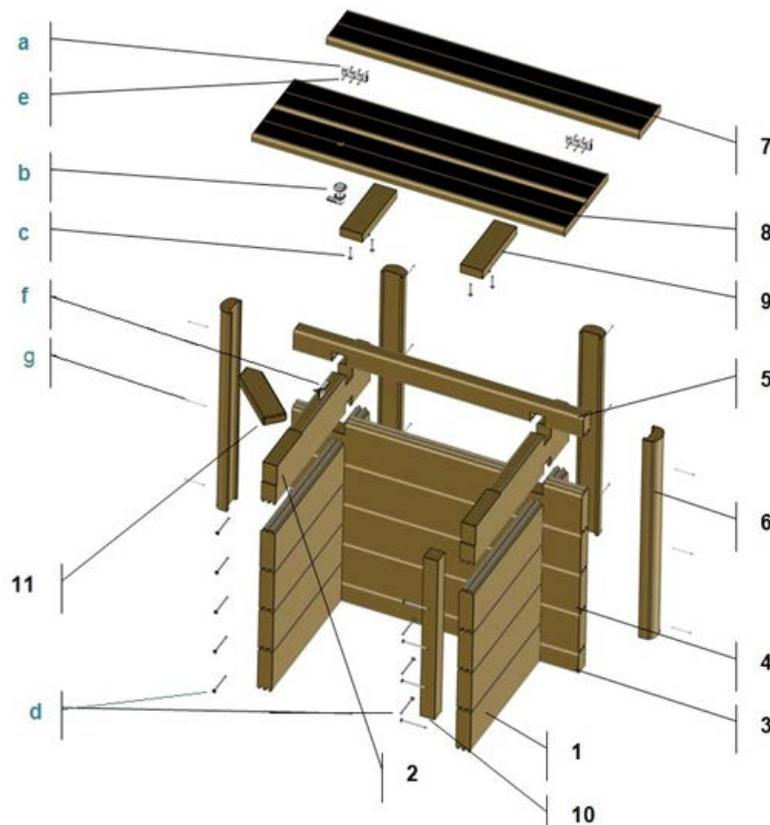
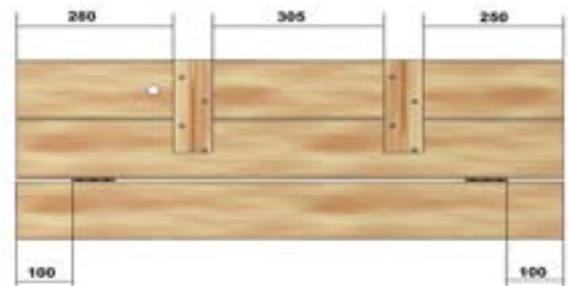

Figura 58 – Despiece del cofre
Figura 65 – Montaje de las rejillas
Para finalizar, coloque el rastrel de 45 × 45 mm (pieza nº 10 de la *Figura 58*) utilizando 4 tornillos de cabeza avellanada 5 × 80 torx roscados 50 mm (d). Este rastrel debe estar a ras con el extremo del cofre de madera.
La pieza de esquina entregada con el pack de madera de su piscina urbana es rectangular. Después de colocar las coronaciones de su cofre, habrá un espacio vacío triangular. Para evitar este inconveniente, es aconsejable sustituir esta pieza por la que se entrega con el cofre (pieza n° 11 de la Figura 58), que tiene un extremo puntiagudo.
- fijando el rastrel (pieza n° 10 de la Figura 58) ten las láminas de madera del vaso con 3 tornillos de cabeza avellanada 5 x 80 torx roscados 50 mm (d);
Con 3 tornillos de cabeza avellanada 4 × 35 por bisagra (e), atornille las dos bisagras sobre la parte de una coronación de rejilla de 97,5 cm de largo (pieza nº 7 de la *Figura 58* con las dimensiones indicadas en la *Figura 65*.
Las dos coronaciones restantes de 97,5 cm de largo (una de las cuales tiene una perforación para recibir la cerradura) se unirán con los rastreles que se fijarán desde abajo. Utilice 2 tornillos de cabeza avellanada 5 × 40 torx roscados 25 mm por rastrel y por lámina, para un total de 8 tornillos (c), respetando la ubicación de la perforación del cerrojo y las dimensiones indicadas en la *Figura 65*, y deje un espacio libre de 2 mm entre las dos coronaciones.
El sistema de bloqueo de la trampilla consiste en un tambor con llave, una leva de bloqueo que se fija al final del tambor y un cerradero de bloqueo que se fija en la lámina de bloqueo de la cerradura del cofre (pieza n° 2 de la *Figura 58*).